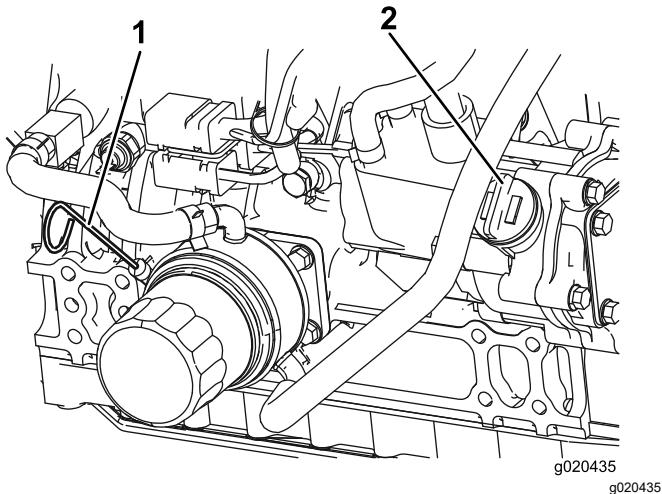

Figure 72
Le niveau d'huile doit se situer dans la plage de sécurité (Figure 72).
4. Si le niveau d'huile ne se situe pas dans la plage de sécurité, enlevez le bouchon de remplissage (Figure 72) et faites l'appoint jusqu'à ce que le niveau correct soit atteint.